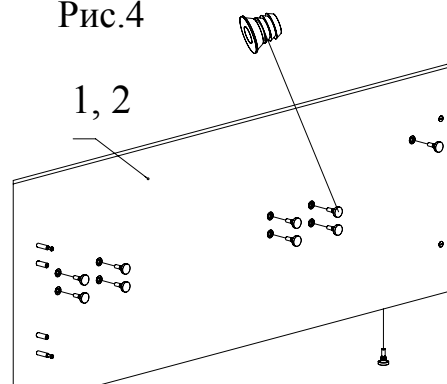

Рис.5
5. Установите опоры регулируемые на деталь 6 (Рис. 5).